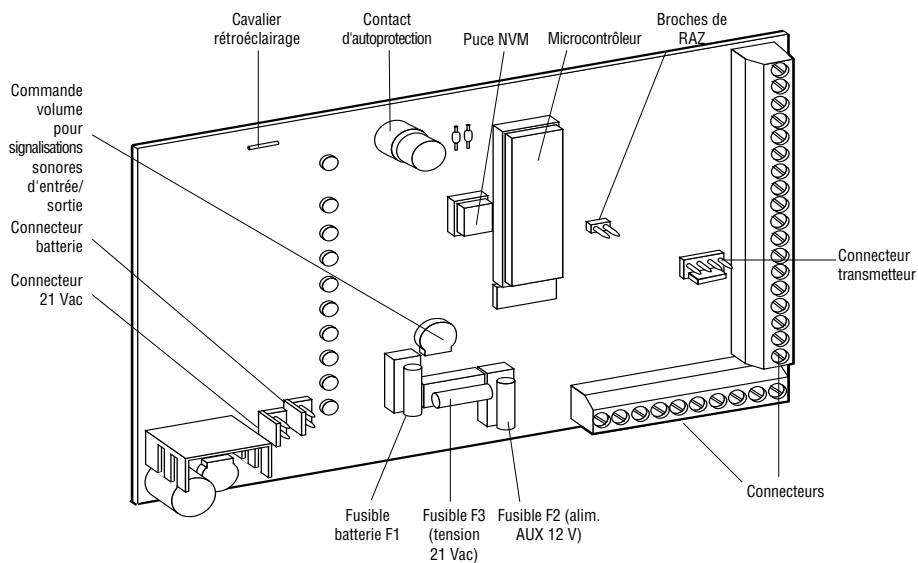

Figure 3. Vue intérieure de la centrale
La figure 3 présente le circuit imprimé principal. Le transformateur secteur et le haut-parleur interne sont situés sur le fond du boîtier.
*Note : en sortie d'usine, la fonction de rétroéclairage du clavier est active. Pour la désactiver, couper le strap en se reportant à la figure 3.*